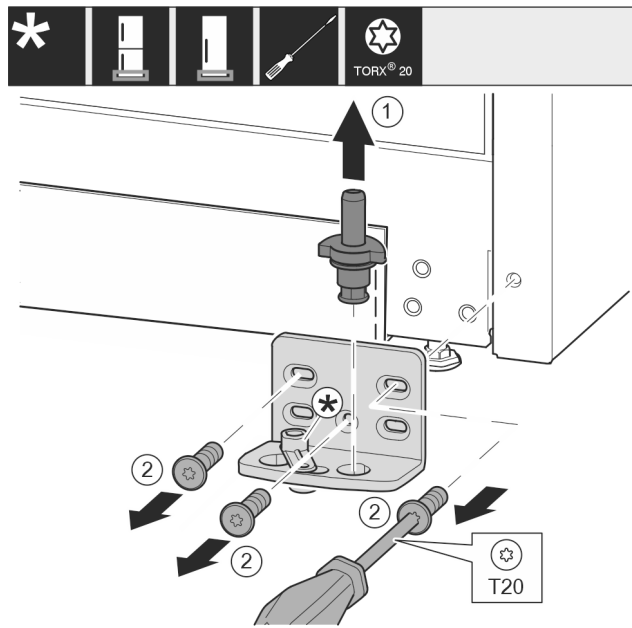

Fig. 18
- Estrarre completamente verso l'alto i perni di supporto Fig. 18 (1).
- Svitare le viti Fig. 18 (2) con un cacciavite e rimuovere il blocco di supporto.